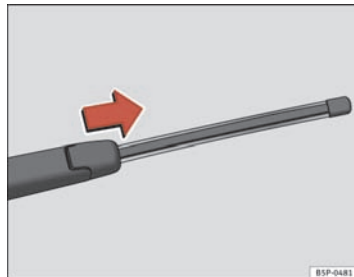

Fig. 185 Retrait du balai d'essuie-glace arrière
⇒ page 251, fig. 185
- Faites glisser l'adaptateur du balai dans le sens de la flèche et retirez le balai ⇒ page 251, fig. 185.